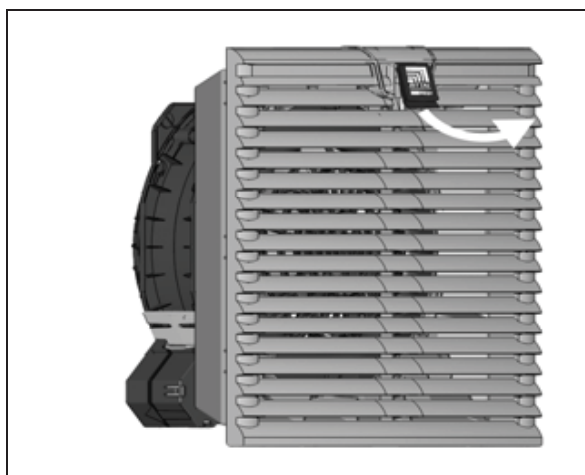

図6: プラスチックルーバーのロック解除
- まずはプラスチックルーバーの機能ロゴ（ロゴ付きノブ）を指で上方に少し引っ張ってください（図 6 を参照）